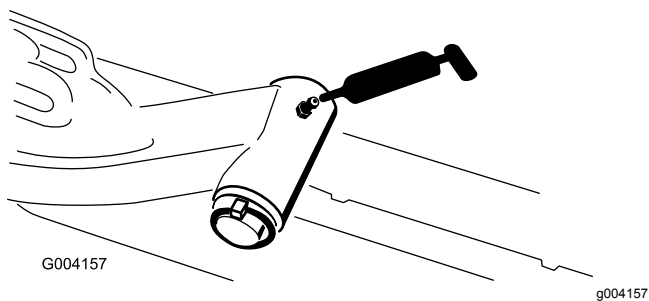

Рисунок 30
- Ось поворота подъемного рычага (по 1 шт.) —Рисунок 30